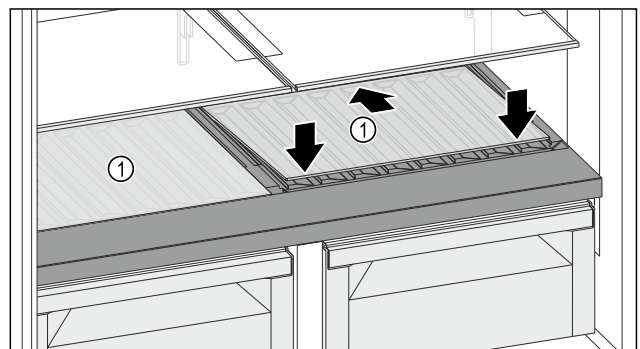

Fig. 122
- ▶ Glasplatte Fig. 122 (1) schräg und nach hinten unten geneigt ansetzen.
- ▶ Glasplatte Fig. 122 (1) vorne absenken.